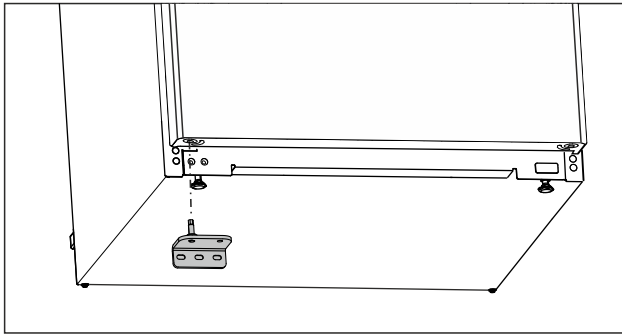

Fig. 24
- Pange alumine laagripukk vastasküljel sisse. (vt. Fig. 24)